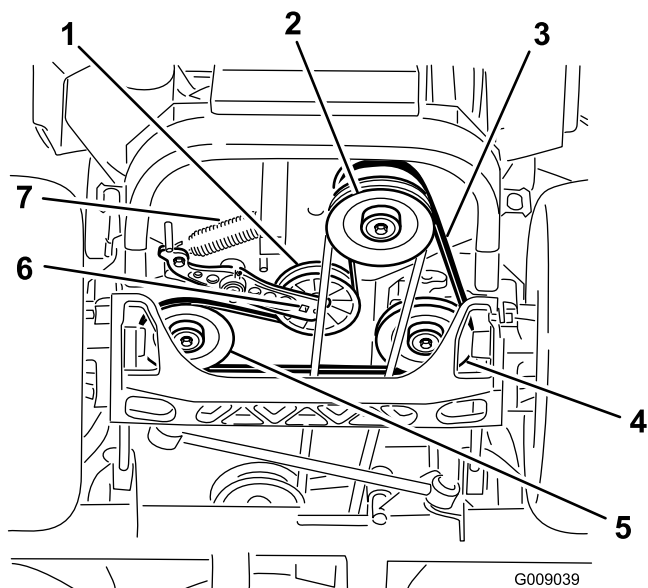

Figure 79
4. Soulevez la machine sur des chandelles (Figure 79).
5. Insérez un rochet dans le trou carré du bras de la poulie de tension pour déposer le ressort de la poulie de tension (Figure 79).
6. Décrochez le ressort de la poulie de tension du châssis (Figure 79).
9. Insérez un rochet dans le trou carré du bras de la poulie de tension pour installer le ressort de la poulie de tension sur le châssis (Figure 79).